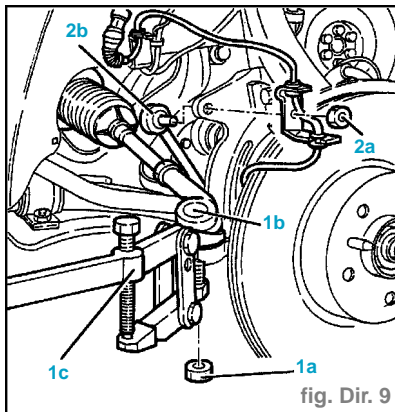

fig. Dir. 9
- Dévisser l'écrou (1a) et débrancher les entretoises (1b) des montants de roues en utilisant l'outil 1.821.169.000 (1c) (fig. Dir. 9).